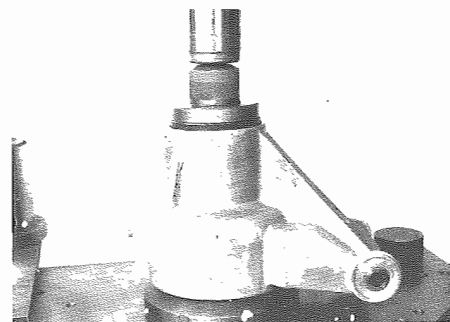

Fig. 15 - Tampone n. 6
- Montare il cuscinetto a rulli esterno e successivamente il paragrasso esterno col tampone n. 6 (Fig. 15).
- Fit the outer roller bearing and then the outer sealing ring using pad No. 6 (Fig. 15).